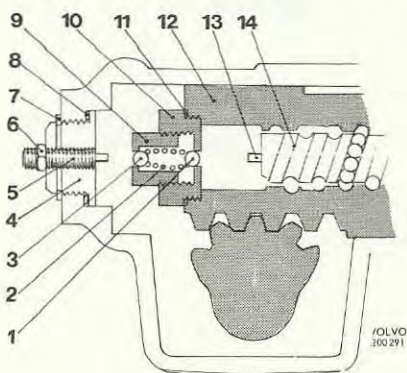

Bild 2. Avlastningsmekanism
Styrväxeln har avlastningsmekanism (bild 2), vilken består av ett i kolven placerat ventilhus med fjäder och två ventilkulor. Dessutom finns en justerskruv (5) och ett stift (13). Strax innan kolv och därmed ventilkula når ändläge trycks den upp av justerskruv resp. stift. Därigenom tillåts förbiströmning och servoverkan uteblir.